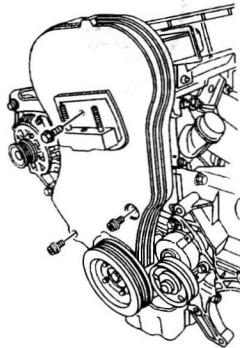

图 1-1-4 拆卸前正时皮带罩螺栓
12. 拆卸前正时皮带罩螺栓（图 1-1-4）。
9. 参见图 1-1-4, 安装前正时皮带罩螺栓。紧固前正时皮带罩螺栓至 $8N \cdot m$ 。